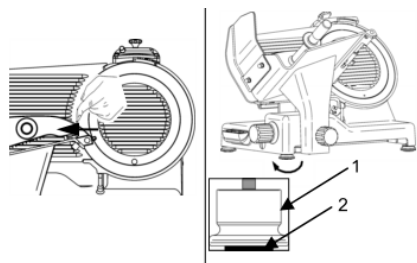

Abb. 15
- Kontrollieren Sie die Übereinstimmung von Messer und der Schnittstärken-einstellplatte, indem Sie den Finger vom Messer aus zur Schnittstärken-einstellplatte schieben (Abb. 15), **niemals umgekehrt**.
- Die mitgelieferten FüÙe einschrauben, regulieren, dann den Gummiteil festschrauben. (1, 2, Abb. 15).